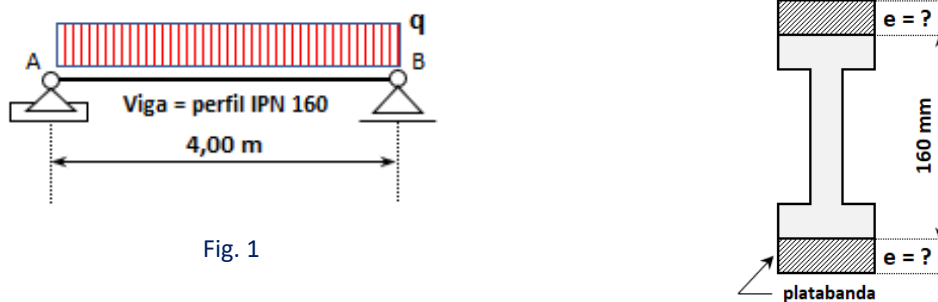

Fig. 1
2.2. Una viga de acero F-24 ($\sigma_{adm} = 1,4\text{ t/cm}^2$), simplemente apoyada, está constituida por un perfil IPN 160 y sometida a una carga uniformemente distribuida sobre toda su longitud, tal como se muestra en la fig.1: